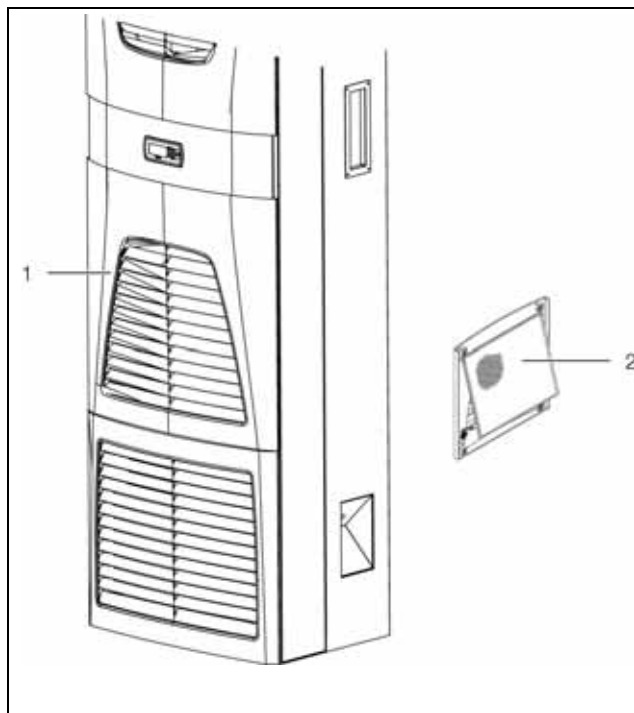

Рис. 50: Установка фильтрующей прокладки (3334.660)
- Демонтируйте среднюю панель (рис. 50, поз. 1). Для этого необходимо открутить винты.
- Демонтируйте верхнюю (рис. 50, поз. 2) и нижнюю (рис. 50, поз. 3) решетки на задней стороне чиллера (вход воздуха).